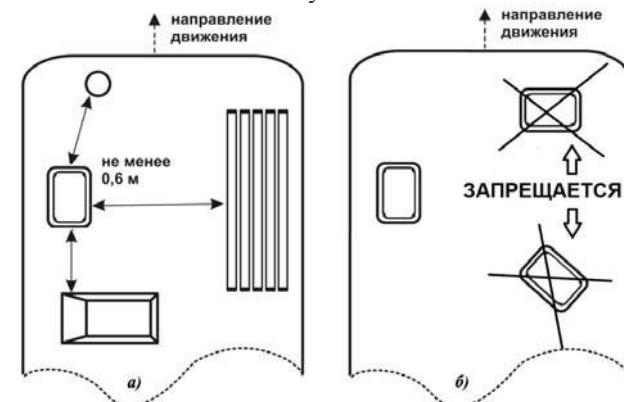

Рисунок 2
7.1.4. Расстояние от антены до крышевого оборудования, вертикально выступающего над плоскостью для установки антены, в любом направлении должно быть не менее 0,6 метра (рисунок 2а).
- установка антенны в поперечном направлении или под углом относительно направления движения (рис. 2б);